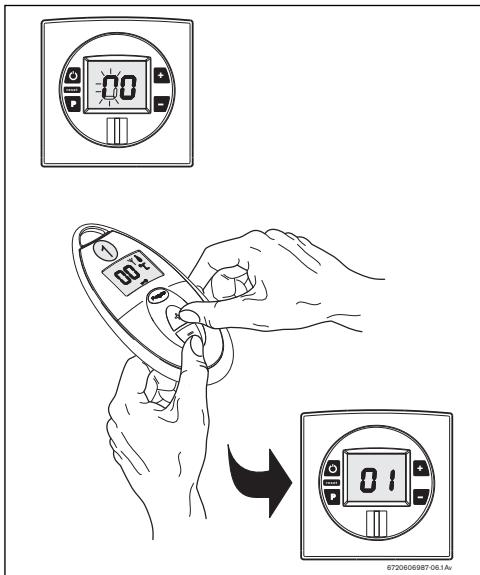

Fig. 19 Activación del mando a distancia
- Coloque el mando a distancia de frente al cuadro de mandos del aparato y pulse simultáneamente las teclas y del mando a distancia (Fig. 19 ).